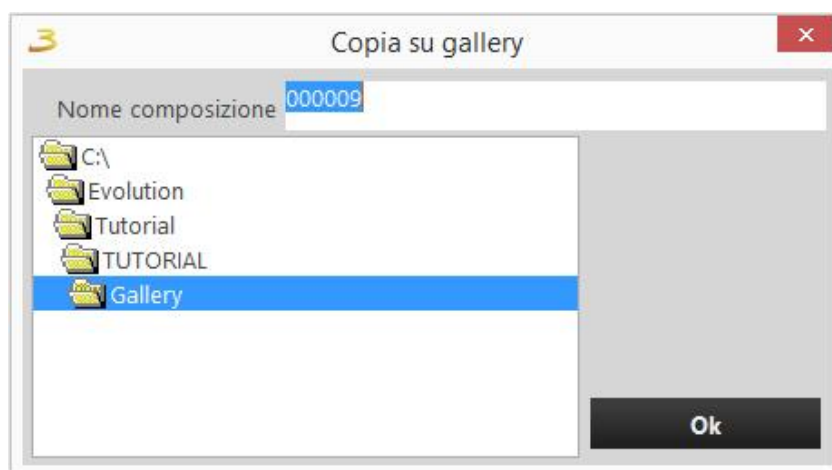

Figura 3.5: Copia in gallery.
- 3 Copia su gallery: consente di copiare l'ordine selezionato in una cartella Gallery del catalogo, figura 3.5. Prima che l'ordine venga copiato, viene presentata all'utente un'altra finestra per la selezione del percorso di destinazione e per l'assegnazione di un nome alla composizione che viene copiata.